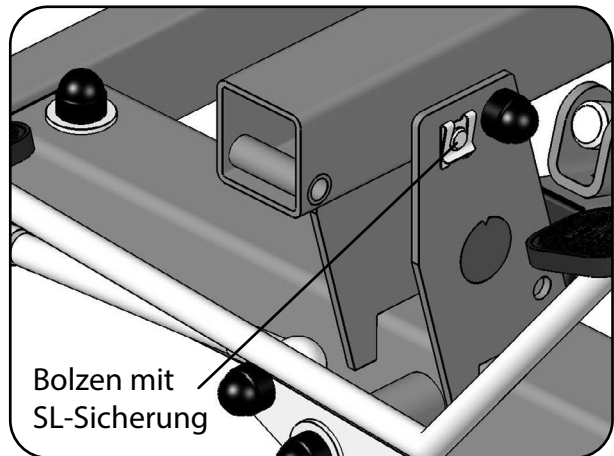

Abb.13.2.04 - Standmastaufnahme
5. Arretieren Sie den Standmast abschließend mit dem Bolzen und der SL-Sicherung an der Standmastaufnahme (Abb.13.2.04).